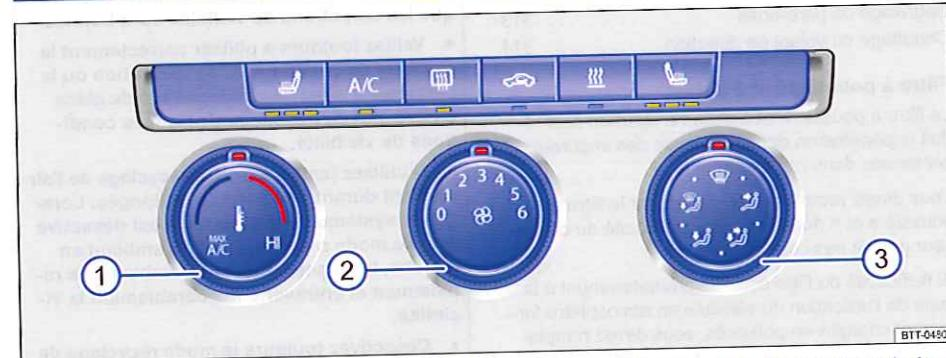
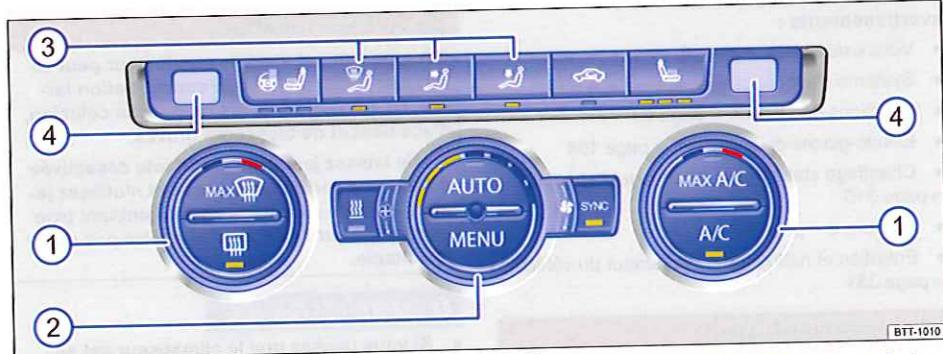

Fig. 197 Dans la partie supérieure de la console centrale : éléments de commande du climatiseur à régulation manuelle
Fig. 198 Dans la partie supérieure de la console centrale : éléments de commande du climatiseur à régulation automatique (Climatronic)
Touche, molette	Informations complémentaires. Climatiseur à régulation manuelle ⇒ fig. 197 et climatiseur à régulation automatique (Climatronic) ⇒ fig. 198 .
Touche, molette	Informations complémentaires. Climatiseur à régulation manuelle \Rightarrow fig. 197 et climatiseur à régulation automatique (Climatronic) \Rightarrow fig. 198 .
- Appuyez sur la touche  \Rightarrow **fig. 198**.